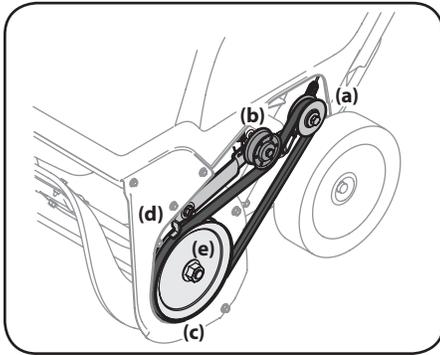

Figure 4-6
- Placez la courroie autour de la poulie d'entraînement (a) et sous la poulie de tension (b). Voir Figure 4-6.